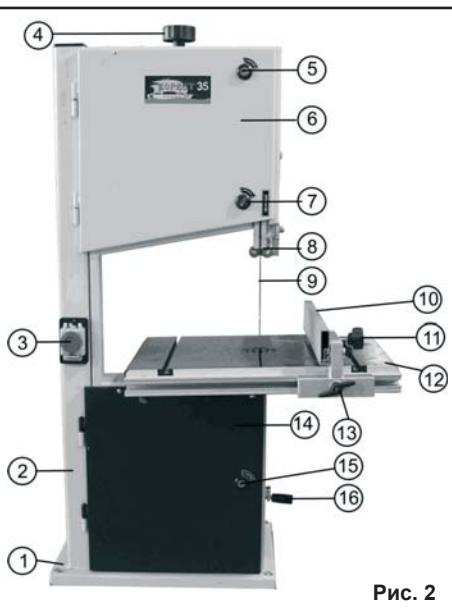

Рис. 2
8.1.2. При установке пилы на верстаке (для обеспечения устойчивости) пила должна быть надежно прикреплена к верстаку через специальные отверстия в нижней части основания (1), Рис.2. Для этой цели необходимо установить болтовые соединения. Обязательно используйте при креплении плоскую и пружинную шайбы на каждый болт (не комплектуется).
- Переносите пилу при помощи подъемных механизмов и приспособлений, учитывая массу пилы (см. Табл.1) и только за основание (1), Рис.2.
11.1.1. В связи с выполнением ряда работ, возникает периодическая необходимость установки рабочего стола (12) под прямым углом к пильной ленте (9), Рис. 2. На данной пиле предусмотрено такое фиксированное положение.
11.3.3. Поверните маховики замков (5, 7, 15) против часовой стрелки, откройте верхний и нижний кожухи (6 и 14), Рис. 2.